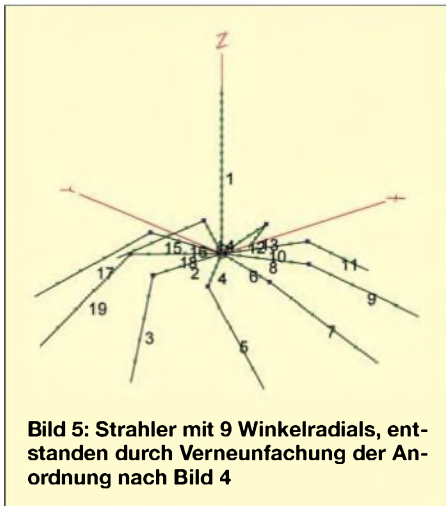

Bild 5: Strahler mit 9 Winkelradials, entstanden durch Verneunfachung der Anordnung nach Bild 4
Das Ergebnis zeigt Bild 5, Datei (5)Vert9Winkelrad(a).ez. Der Eingangswiderstand dieser Anordnung lautet $Z_A = 35,3 \Omega + j 11 \Omega$. Die logische Prüfung (ohne Verluste) ergibt $AVG = -0,23 \text{ dB}$. Käme es auf diese Antenne an, so würde man hier noch etwas Mühe auf die Vergabe der Segmente legen und das AVG-Ergebnis zu verbessern suchen [6].